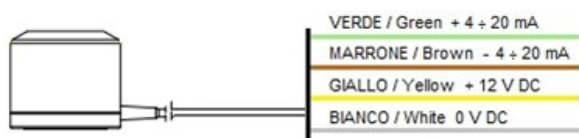
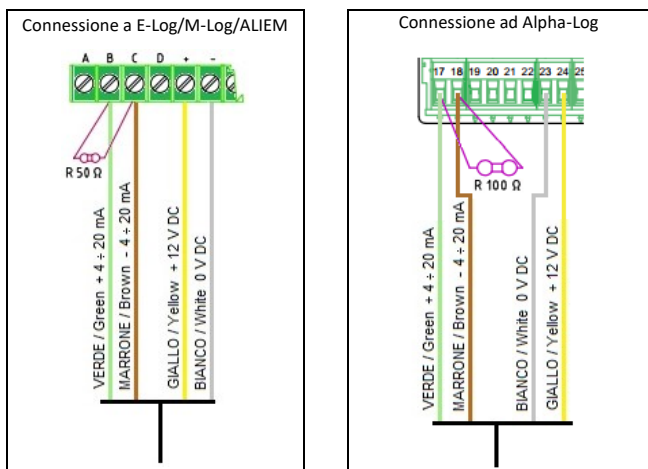

Fig. 1.
Fig. 2
Se si dispone del data logger LSI LASTEM, eseguire il collegamento come indicato in Fig. 2. In caso contrario, è necessario collegare un amperometro ai fili di uscita: il cavetto rosso (+) al filo verde, mentre il cavetto nero (-) al filo marrone. Inoltre, collegare un alimentatore a 12 V DC ai fili giallo (+) e bianco (0) come indicato in Fig. 1.
If you have the LSI LASTEM data logger, connect it as indicated in Fig. 2. Otherwise, it is necessary to connect an ammeter to the output wires: the red wire (+) to the green wire, while the black wire (-) to the brown wire. Additionally, connect a 12 V DC power supply to the yellow wire (+) and the white wire (0) as indicated in Fig. 1.